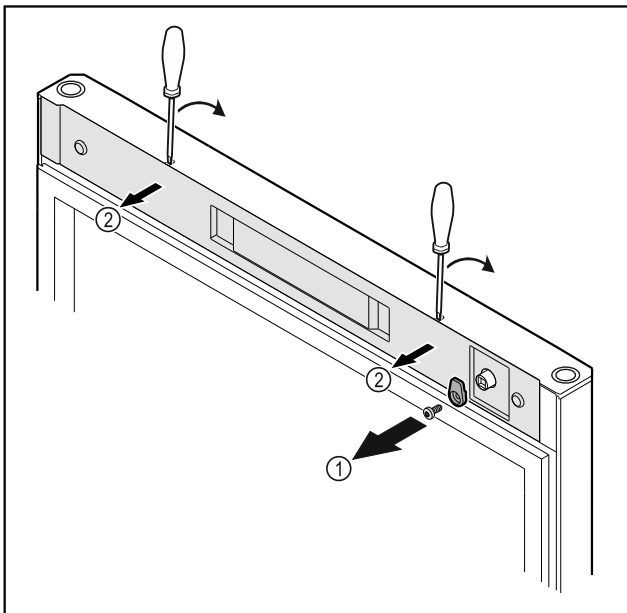

Fig. 16
- ▶ Відкрутити запірний гачок Fig. 16 (1).
- ▶ За допомогою малої викрутки зніміть з фіксатора кришку Fig. 16 (2) і видаліть.